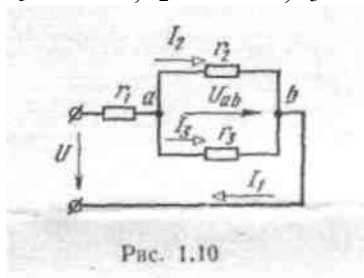

Рис. 1.10
3. На рис. 1.10 показана схема электрической цепи с резисторами, сопротивления которых $r_1 = 18 \text{ Ом}$, $r_2 = 30 \text{ Ом}$; $r_3 = 20 \text{ Ом}$. Определить токи в ветвях, если напряжение $U = 120 \text{ В}$.